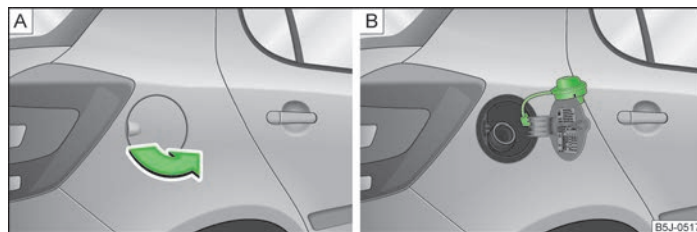

Fig. 115 Parte trasera del vehículo, lado derecho: Tapa del depósito/tapa del depósito con el tapón enroscado
En un adhesivo pegado en el lado interior de la tapa del depósito se indican el tipo adecuado de combustible para su vehículo, así como el tamaño de neumático y la presión de inflado del mismo » fig. 115 de la página 137 - B.
- Abrir la tapa del depósito de combustible con la mano » fig. 115 - A.
- Desenroscar hacia la izquierda el tapón de cierre del depósito y colocarlo desde arriba en la tapa del depósito » fig. 115 - B.